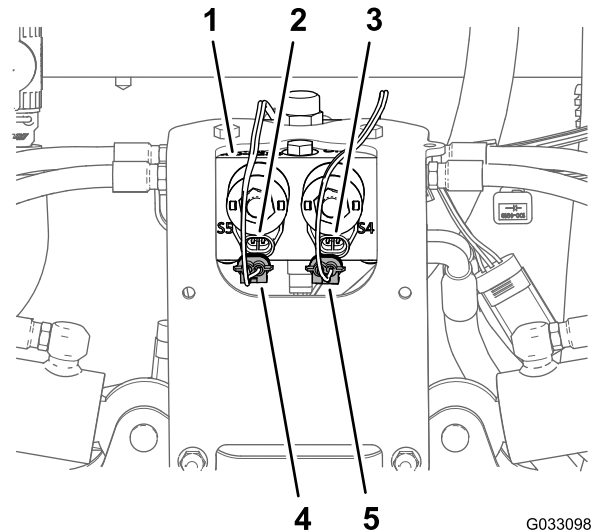

Bild 16
1. Ziehen Sie den 2-Stift-Stecker des Kabelbaums für den Sonic Boom vom 2-Stift-Stecker der rechten zylinderaktivierenden Stromspule des Hubzylinderverteilers ab (Bild 16).
2. Ziehen Sie den 2-Stift-Stecker des Kabelbaums für den Sonic Boom vom 2-Stift-Stecker der linken zylinderaktivierenden Stromspule des Hubzylinderverteilers ab (Bild 16).